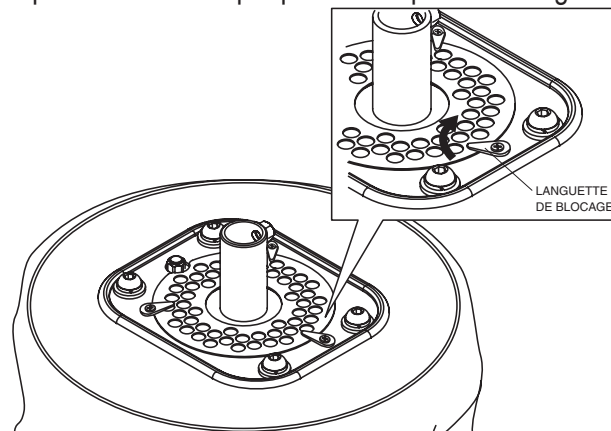

Figure 47. Verrouiller la plaque à air
6. Tourner les languettes de verrouillage vers l'intérieur pour verrouiller la plaque à air en place. Voir Figure 47.